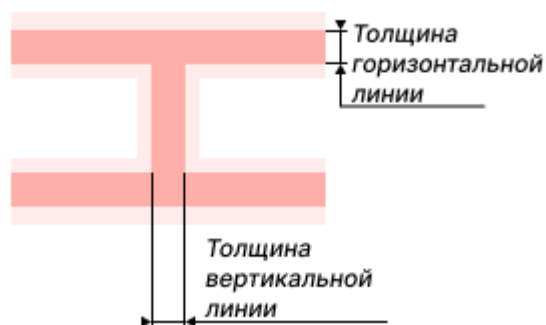

Рис. 173 Толщины линий апертуры
- Толщина горизонтальной линии – значение может быть задано в диапазоне 0 – 50 мм с шагом 0,1 мм. Значение толщины горизонтальной линии не может быть больше, чем половина значения высоты апертуры (Толщина горизонтальной линии $\leq 1/2$ Высота), см. Рис. 173.